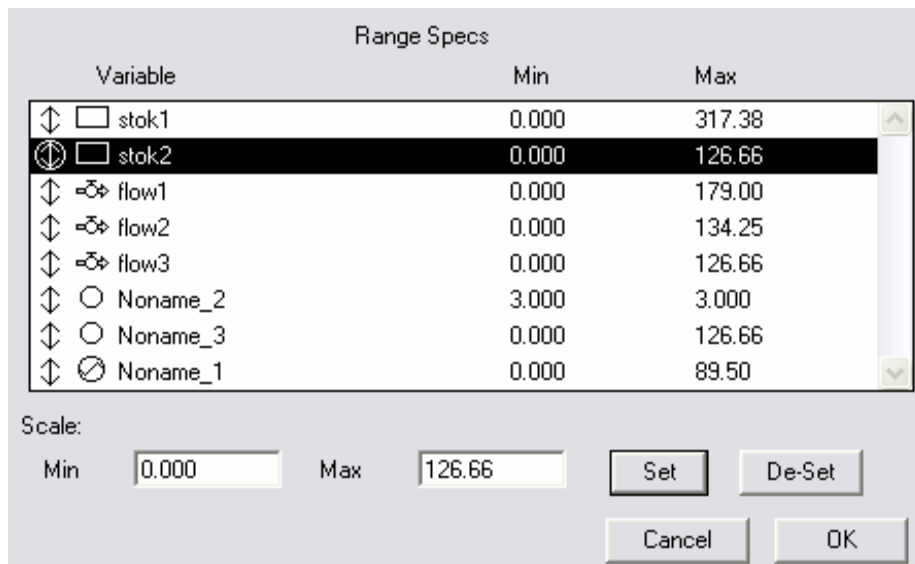

Рис.2.15
**Range Specs** (Рис.2.11) – вызывает появление диалогового окна (Рис.2.15), в котором дан список всех модельных переменных с указанием их последних глобальных максимальных и минимальных значений.